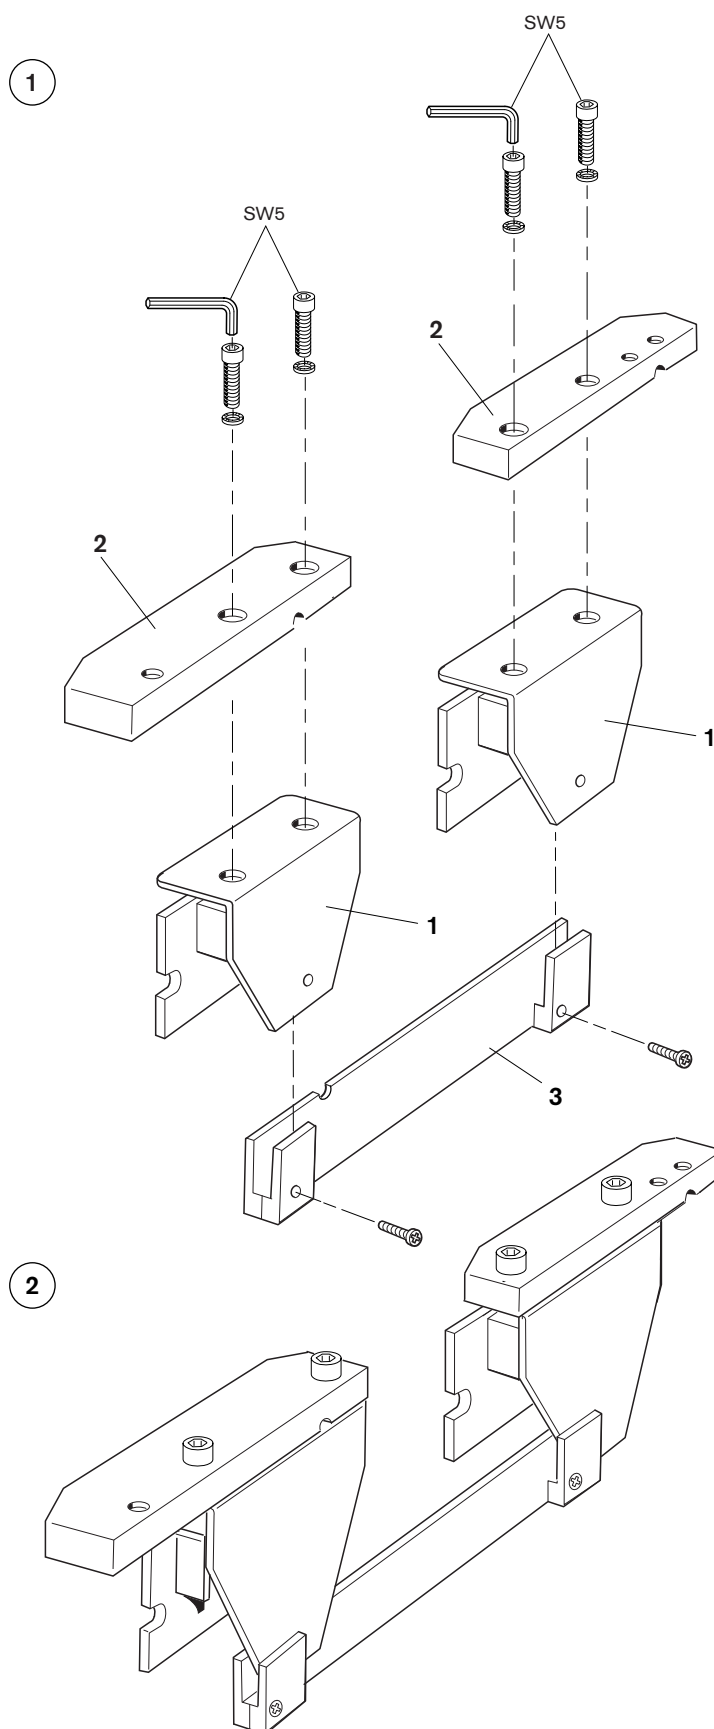

Fig. 5
1 Montare i listelli di arresto (2) sui due corpi di base del bilanciere (1) come da Fig. 5. Avvitare il listello di raccordo (3) al corpo base del bilanciere con viti autofilettanti.
1 Montar los listones de tope (2), según la Fig. 5, sobre los dos cuerpos básicos del balancín (1). Atornillar el listón de unión (3) con tornillos para chapa al cuerpo básico del balancín.
1 Monte as barras de batente (2) conforme a Fig. 5 nos dois corpos de balancim (1). Parafuse a barra de ligação (3) nos corpos do balancim com parafusos de chapa.